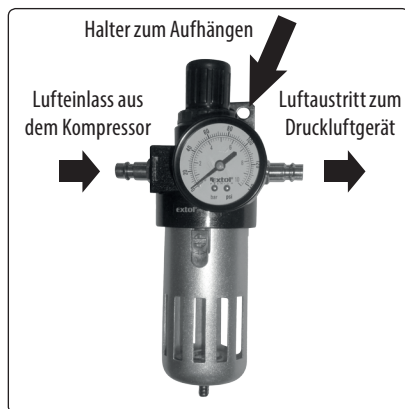

Abb. 9 - Beschreibung vom Druckregler mit Manometer und Filter Extol® 8865104
- Schließen Sie den Luftausgang am Kompressor an die richtige Öffnung an der Aufbereitungsanlage an, siehe Abb. 9.